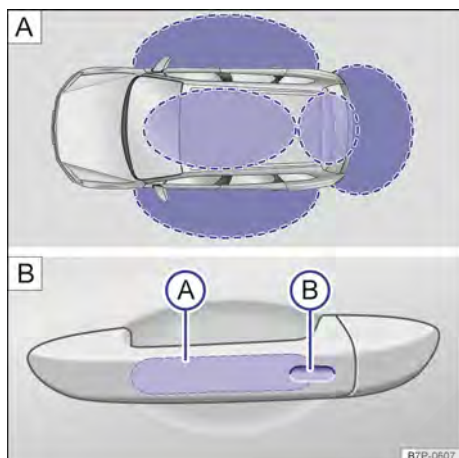

Fig. 67 Sistema de cierre y arranque sin llave Keyless Access: **A** Zonas de proximidad. **B** Superficies sensoras del cierre centralizado.
El sistema Keyless Access permite el desbloqueo y bloqueo del vehículo sin la utilización activa de la llave. Para ello tiene que haber una llave del vehículo válida en la zona de proximidad de este → **fig. 67 A**. Al tocar las superficies sensoras de las manillas de las puertas delanteras o al accionar el pulsador situado en el portón del maletero → **pág. 98** se desbloquea o bloquea el vehículo o el portón del maletero → **🔗**.
- Toque la superficie sensora → **fig. 67 B** situada en el lado interior de la manilla de la puerta del conductor o del acompañante.
- Toque *una vez* la superficie sensora → **fig. 67 A** situada en el lado exterior de la manilla de la puerta del conductor o del acompañante.
Cuando el vehículo está bloqueado, el portón del maletero se desbloquea automáticamente al abrirlo mediante el pulsador de su asidero si en su zona de proximidad → fig. 67  se encuentra una llave del vehículo válida.